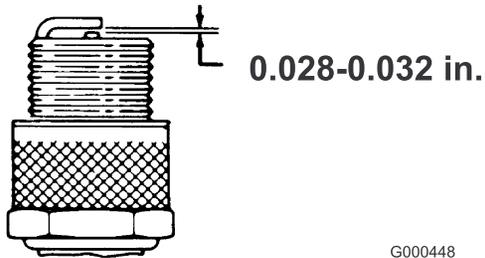

図 30
3. エア・ギャップを0.7~0.8 mmに調整する(図 30)。点火プラグをエンジンに取りつけて、23 Nm (2.35 kg.m) にトルク締めする。